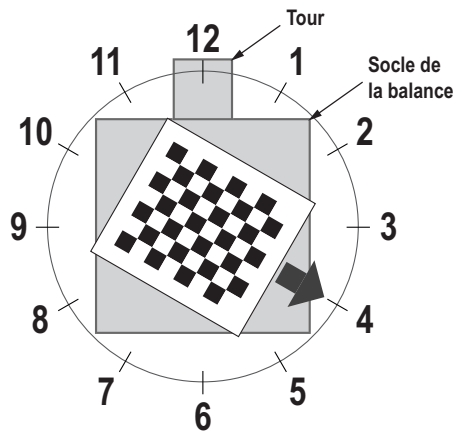

Figure 5-6. Tournez à 4 heures.
5. Alignez l'objet d'étalonnage de sorte que les réticules soient centrés. Tournez l'objet d'étalonnage à 4 heures, la tour étant à 12 heures (Figure 5-6).